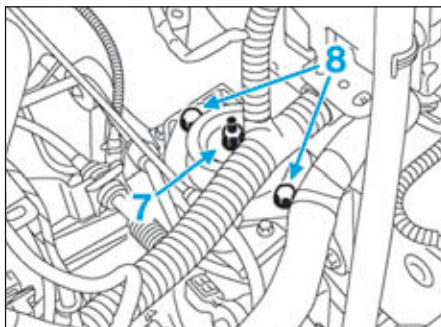

FIG.7
- Déposer l'écrou (7) (Fig.7) de l'axe de la suspension pendulaire gauche.
- Déposer les vis (8) du tampon élastique de la suspension pendulaire gauche et le déposer.